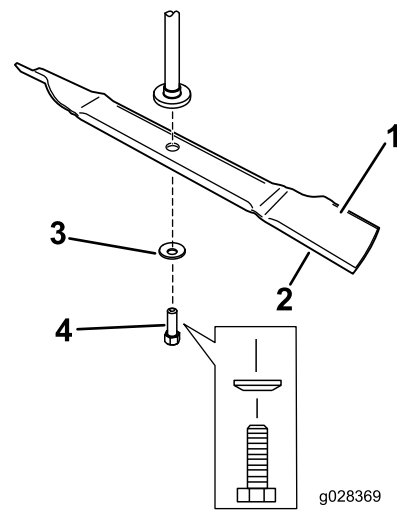

Figure 8
2. Montez la rondelle bombée (face concave vers la lame) et le boulon de lame (Figure 8).
Remarque: Ne posez pas de renfort. Ces lames n'ont pas besoin de renfort (Figure 8).
1. Placez la lame sur l'axe (Figure 8).